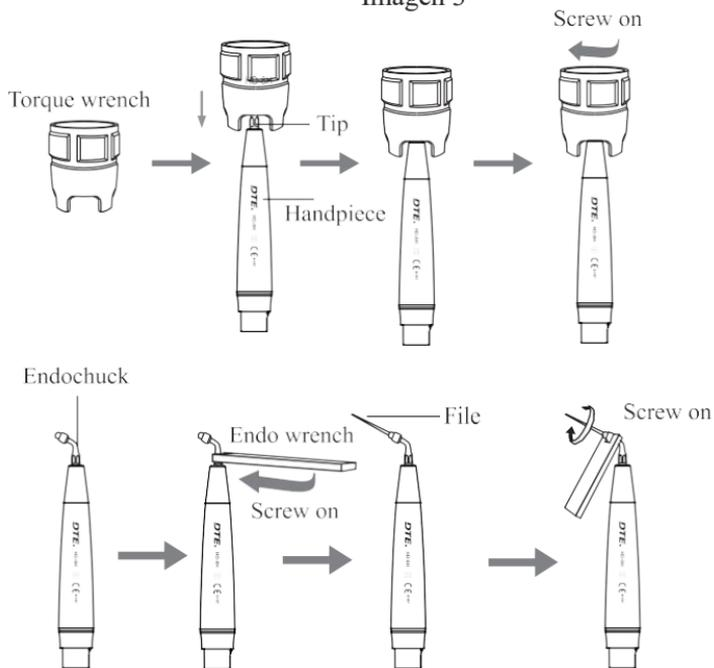

Imagen 4
2.1.5 Elija la punta de escala de acuerdo con el requisito y fije la punta de escalado con la llave. (ver imagen 4)
La punta está floja debido a la vibración.	Atornille la punta firmemente (vea la imagen 4).